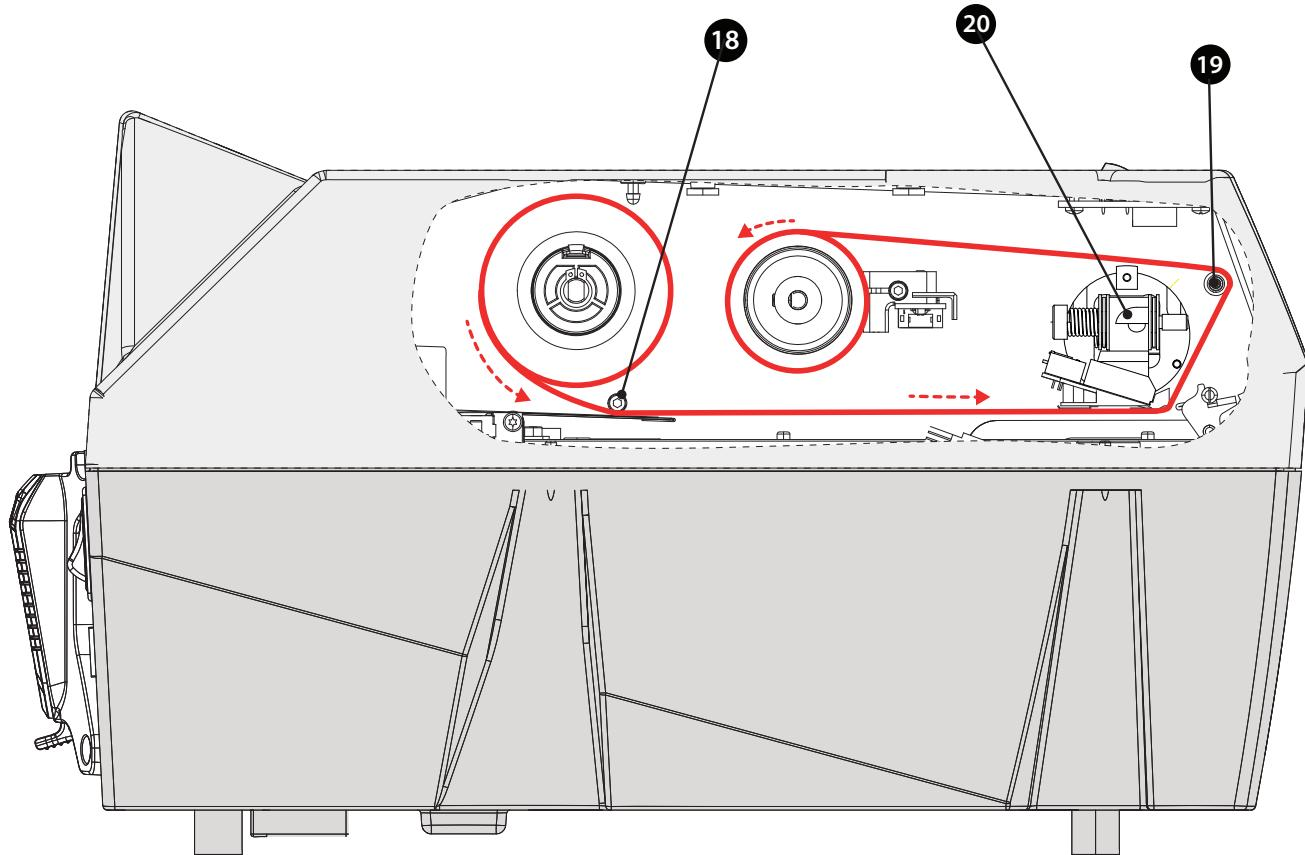

Fig. 9 Recorrido de la cinta de impresión
- ▶ Desenrollar la cinta pasándola por debajo de la guía posterior (18) (Fig. 9) luego por debajo de el cabezal de impresión (20) hasta que sobresalga por el lado opuesto (Fig. 9d).
- ▶ Tirar nuevamente de la cinta, pasando por encima de la guía delantera (19) (Fig. 9)
- ▶ Con cinta adhesiva, fijar el extremo de la cinta de impresión en el soporte de cartón del rodillo (13). Recomendamos enrollar perfectamente con algunos giros la cinta de impresión en el soporte de cartón para obtener un enrollado correcto.